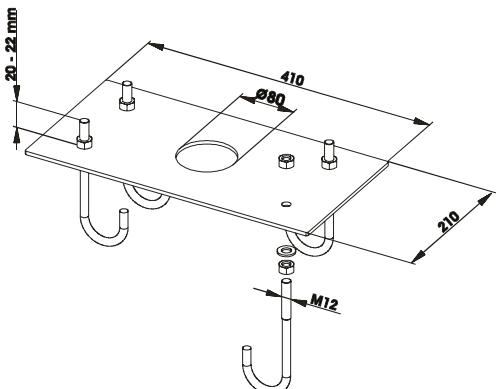

Abb.5
- Die Grundplatte laut Abb. 5 montieren.